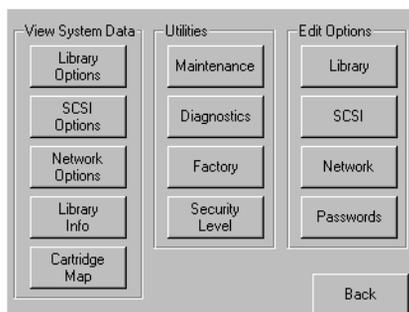

図3-2: メニュー画面
2. GUIの[Edit Options]エリアにある[Library]ボタンを押します ( 図3-2を参照 )。
2. GUIの[Edit Options]エリアにある[Library]ボタンを押します（図3-2を参照）。